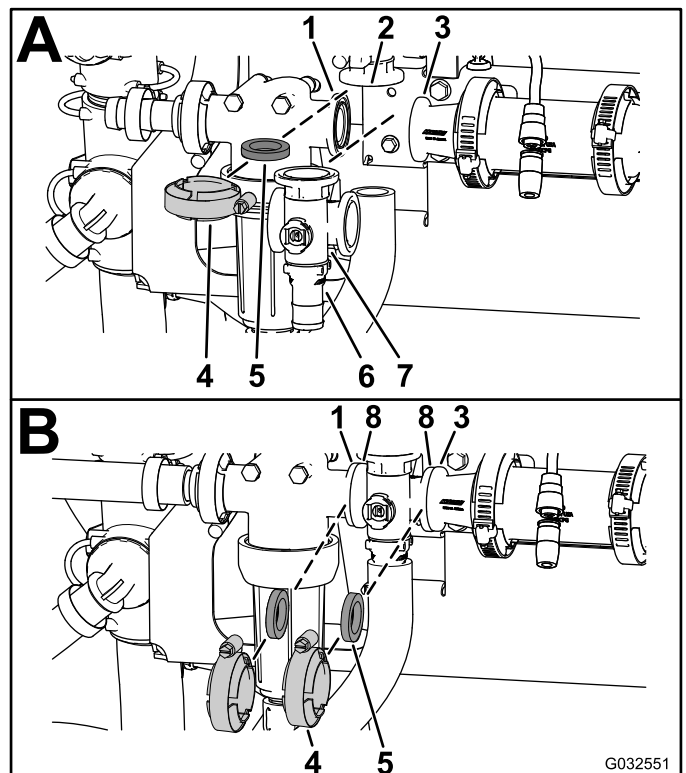

Figura 109
1. Alinee la brida de la válvula de desvío de agitación, una junta y la brida del conector de extremo del distribuidor de la válvula de agitación (**Figura 109**, A).
2. Monte la válvula de desvío de agitación, la junta y el distribuidor de la válvula de agitación con una abrazadera apretada a mano (**Figura 109**, A).
3. Sujete el acoplamiento rápido al acoplamiento de desvío insertando una horquilla de retención en el acoplamiento de desvío (Figura 109, A).
4. Alinee una junta entre las bridas de la cabeza del filtro de presión y el distribuidor de la válvula de agitación (Figura 109, B).
5. Monte la cabeza del filtro de presión, la junta y el colector de la válvula de agitación con una abrazadera apretada a mano (Figura 109, B).
6. Alinee una junta entre las bridas del distribuidor de la válvula de agitación y el racor reductor (Figura 109, B).
7. Monte el distribuidor de la válvula de agitación, la junta y el racor reductor con una abrazadera apretada a mano (Figura 109, B).